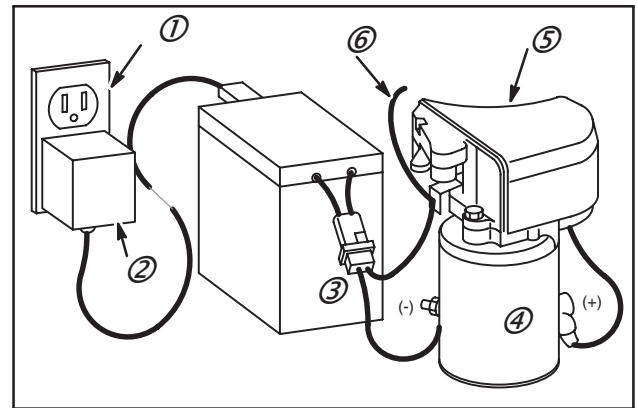

Fig. 8
Les System 3® et System 4® de Briggs & Stratton consistent en un démarreur (4), un contacteur et/ou un relais de démarreur (5), le câblage (le fil N° 6 est relié à l'alternateur), une batterie 6 ou 12 Volts (rechargeable) (3), un alternateur et un chargeur d'entretien séparé (2). Un moteur System 3® ou System 4® est illustré à la Fig. 8.